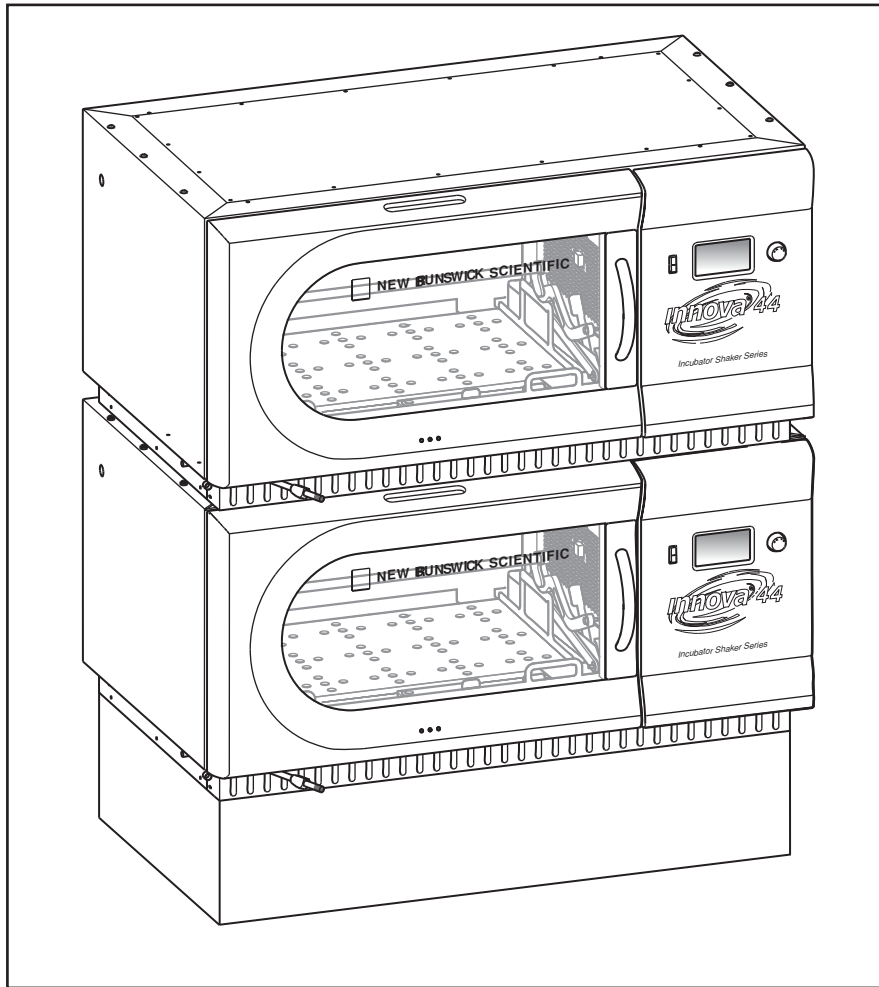

Fig. 6-7: Agitatori impilati
4. Come indicato (vedi Fig. 6-7 a pag. 30), assicurare la base dell'agitatore superiore alle staffe di montaggio (già fissate all'agitatore in basso) con le viti, le rondelle di arresto e le rondelle fornite.